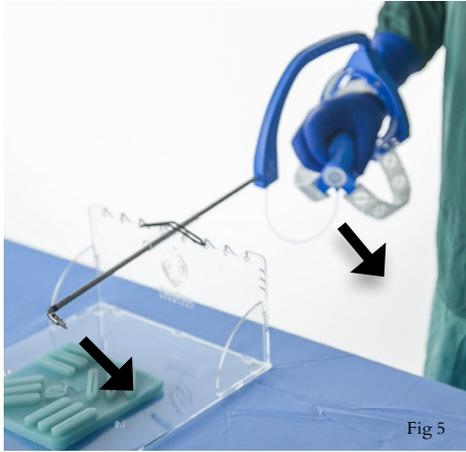

Fig 5
- La flexión de la manija provoca la flexión correspondiente en la punta articulada (Fig. 5).